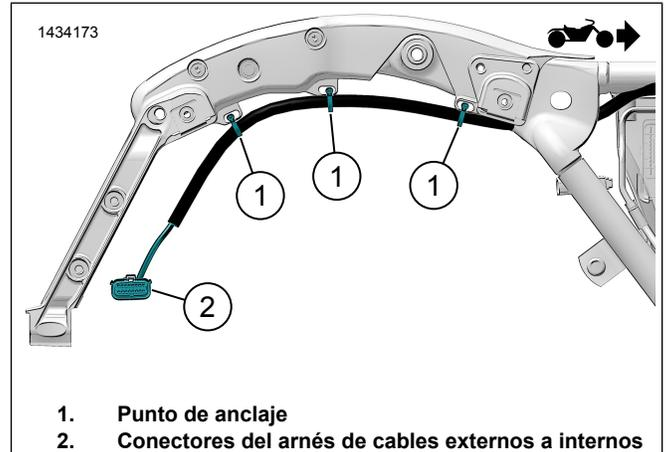

Figura 17. Colocación del arnés de cables principal (Típico)
- a. Figura 17 Utilice las correas de los cables para instalar el arnés en los puntos de anclaje (1). No apriete excesivamente la correa de cables.
- d. Conecte el cable negativo de la batería (2).
- e. Conecte el cable positivo de la batería (4).
- f. Instale el fusible (4) en el soporte del fusible (3).
- g. Asegure el soporte de fusible (3) con la correa de cable.
- h. Enrute los conectores (1) hacia el área de cubierta del lado izquierdo y los conectores (5, 6) hacia la cubierta del lado derecho.
2. Figura 17 Conecte el arnés externo de la alforja al arnés interno (2) de la alforja.